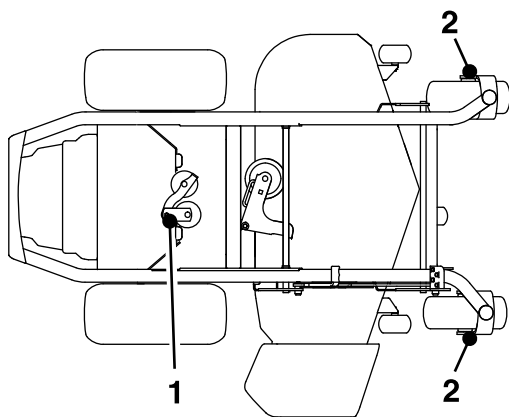

Figure 41
3. Injectez 1 à 2 jets de graisse dans le pivot de la poulie de tension de la pompe (Figure 41).
4. Graissez les axes des roues pivotantes avant (Figure 41).